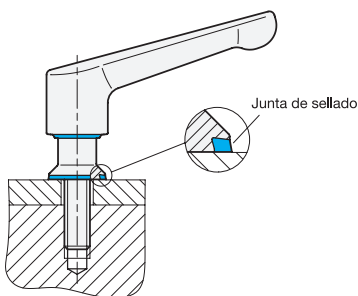

imagen 1
- La varilla roscada y el orificio de la empuñadura deben colocarse en un espacio de montaje cerrado (imagen 1).
- La empuñadura solo puede utilizarse junto con la junta de sellado facilitada. La junta tiene forma cónica y por lo tanto debe comprobarse que se coloca en la posición correcta (imagen 1).